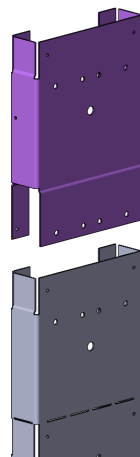

рис.1.1
2. Для каркаса к полотнам, высотой 3000мм, необходимо нарастить стойку тыла (Т) с помощью адаптера (А), закрепив его с помощью саморезов 3,5х9мм к верхней части детали (рис.1.1).